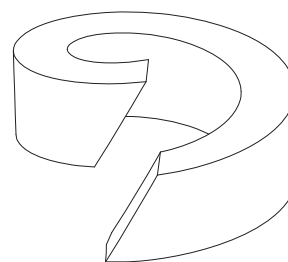

Fig. 8: Delt pakring
- Indsæt en ny pakring (pos. 17) indbygningen foretages som vist på Fig. 8.
Der benyttes en delt pakring, ved tilskæringen skal man sørge for et skråt skæreforløb som vist på Fig. 8.